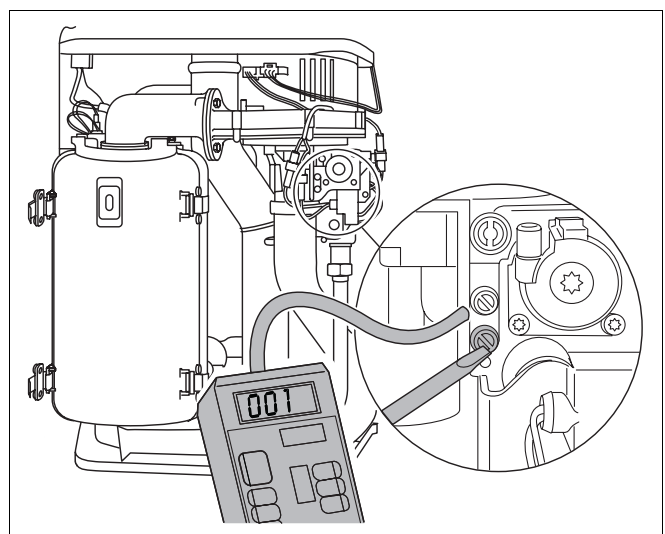

Abb. 31 Gasanschlussdruck messen
- Verschlusschraube am Prüfnippel für Gasanschlussdruck (Abb. 31) um zwei Umdrehungen lösen.